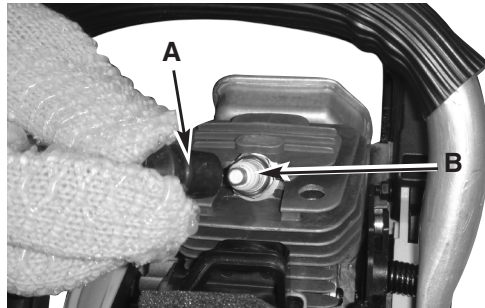

Fig. 39
3. Desconecte el alambre conector (G) de la bujía (H) enroscando y jalando al mismo tiempo (Fig. 39).